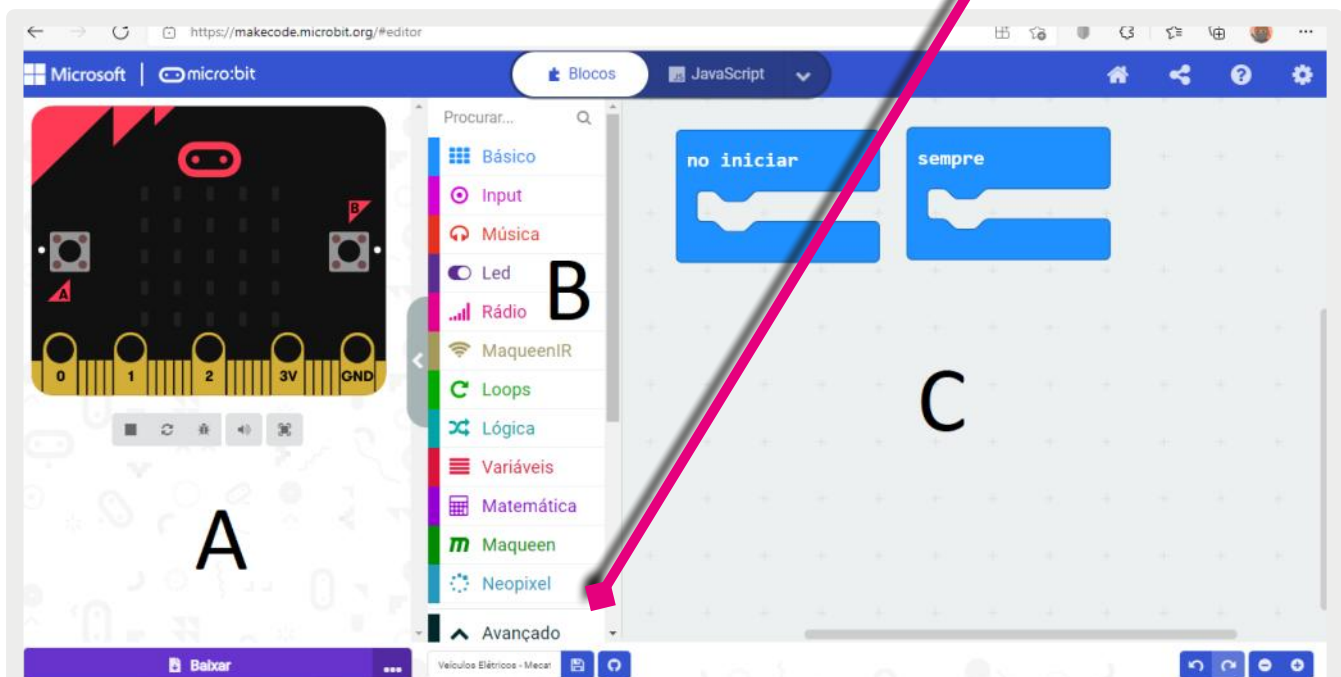

Figura 8 - A (Simulador) / B (Caixa de Ferramentas/Blocos) / C (Área de Programação).
1. Acesse o Makecode (makecode.microbit.org), uma tela se abrirá conforme podemos ver na **figura 8**.